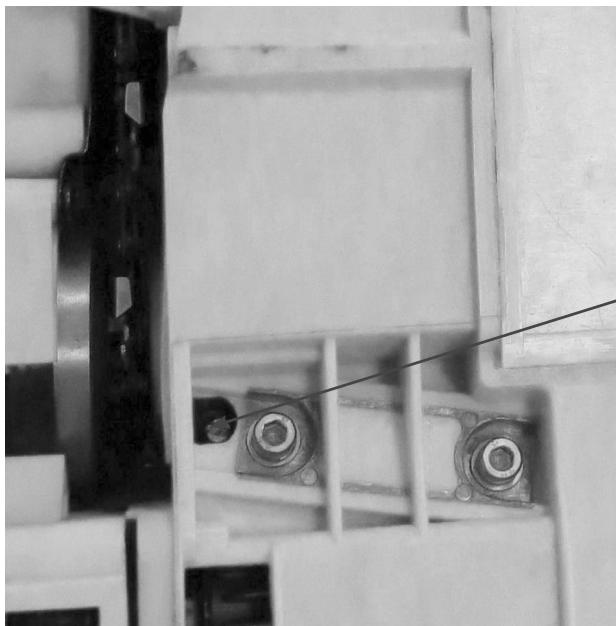

Рис.8
3. Количество масла можно корректировать с помощью регулировочного винта, который находится снизу бензопилы (Рис.8).